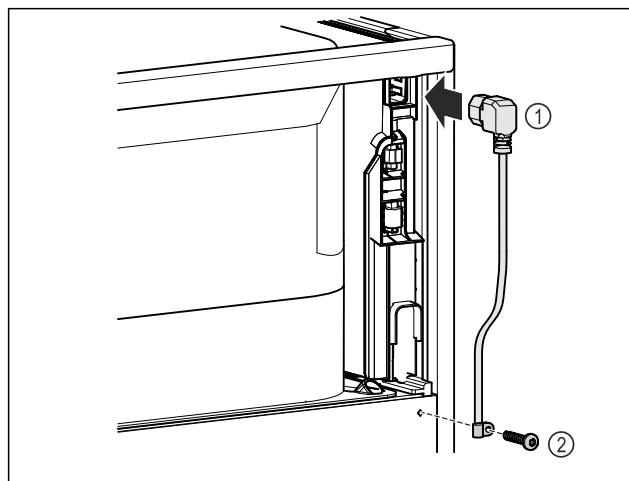

Fig. 9
- Zapojte zásuvku chladiaceho zariadenia sietového prívodu Fig. 9 (1) na zadnej strane zariadenia.
- Namontujte odľahčenie od ťahu. Fig. 9 (2)